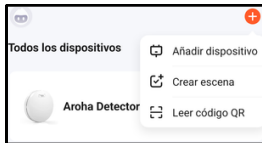
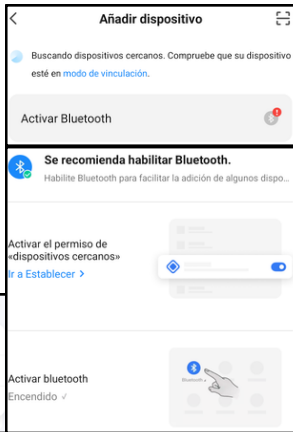

Figura 1: Agregar dispositivo en la aplicación
Figura 2: Activar Bluetooth en la aplicación
5. Haga clic en "+" en la esquina superior derecha de la pantalla de inicio de la aplicación. Luego elija **"Agregar dispositivo"**, como se ve en la Figura 1. La aplicación ahora buscará automáticamente los dispositivos que estén en modo de emparejamiento. Siga los pasos descritos en la aplicación. Si la aplicación en sí aún no tiene permiso para usar Bluetooth, haga clic en la notificación y siga los pasos para permitir que la aplicación acceda a Bluetooth como se ve en la Figura 2.